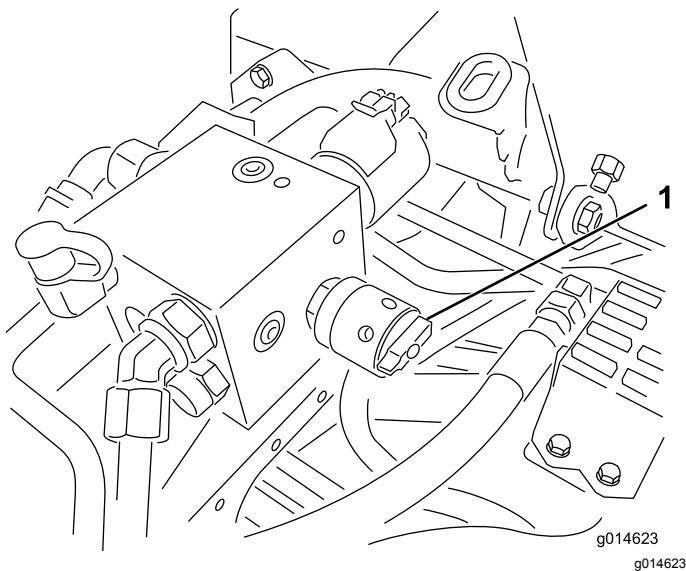

図 52
4. リールの速度を設定するには、リール速度コントロールのノブ 図 52 を回して、ノブの矢印を、ステップ3で決めた数値に合わせる。
6. リール速度コントロールを 1 にセットする 図 52。